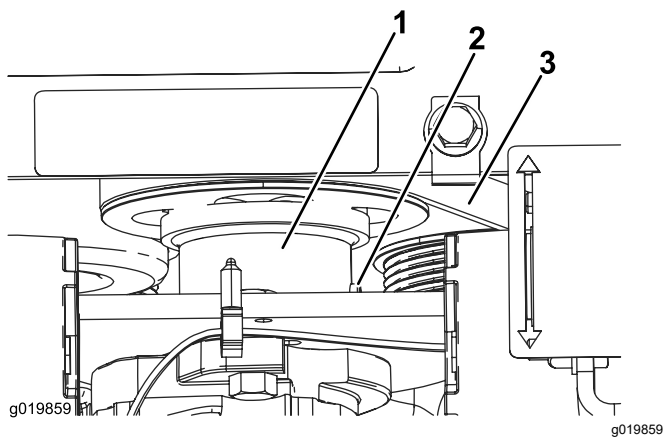

Figura 51
5. Afloje el tornillo de fijación del acoplamiento de transmisión de la bomba de engranajes (Figura 51).